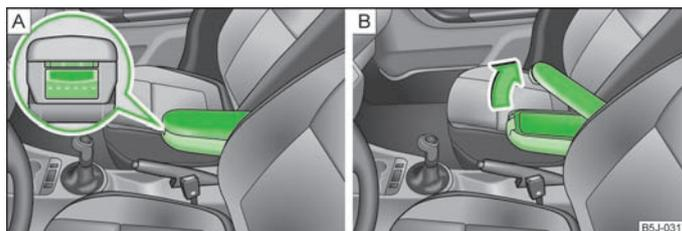

Fig. 65 Bracciolo: scomparto portaoggetti / apertura dello scomparto
- Premere il tasto inferiore posto sul lato anteriore del bracciolo » fig. 65 - A.
- Premere il tasto superiore e quindi ribaltare verso l'alto il coperchio dello scomparto portaoggetti » fig. 65 - B.